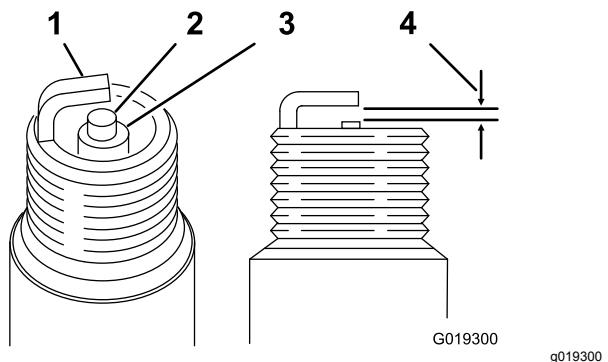

Figure 34
Écartement : 0,70 à 0,80 mm ; voir Figure 34
3. Réglez l'écartement des électrodes entre 0,70 et 0,80 mm (Figure 34).